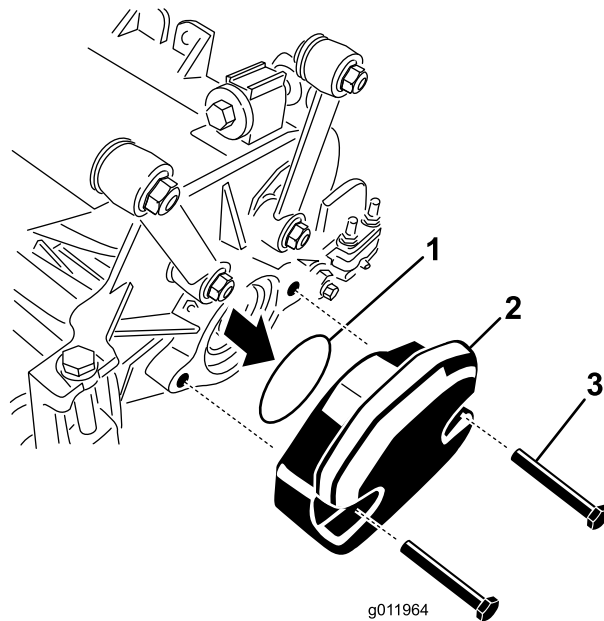

Bild 23
- 2. Nehmen Sie den Ballast und den O-Ring (Bild 23) vom inneren Ende des rechten Mähwerks ab.